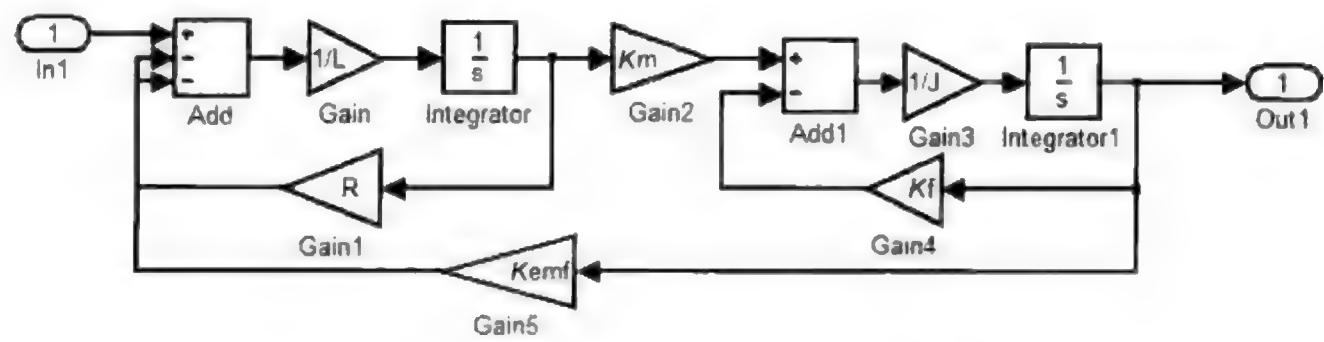

图 9.4.7 DC_motor_subsystem 子系统
(3) 修改 DC_motor_subsystem 子系统, 删去转矩和角度输出, 仅关心其转速值, 对应需求中的直流电动机模型, 将电动机参数调整为 $R=2, L=0.1, K_m=0.1, K_f=0.1, K_{emf}=0.1, J=0.1$ 。子系统修改后如图 9.4.7 所示。